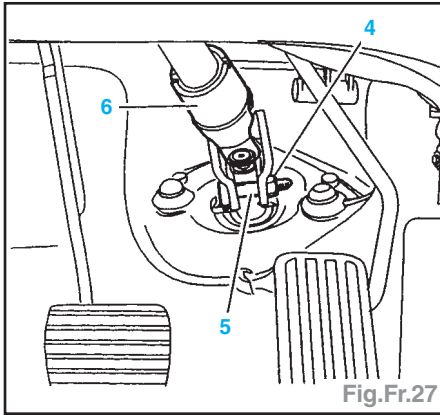

Fig.Fr.27
- Ouvrir le vide poche (3).
- Déposer (Fig.Fr.27) :
- l'écrou (4),
- l'axe (5).
- Ecarter le clip de sécurité pour dégager le cardan de direction (6).